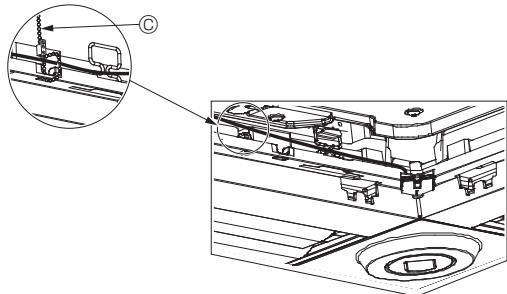

Fig. 6-13
- Fixez les fils du capteur i-See et du récepteur de signal au panneau à l'aide des fixations, comme indiqué sur le schéma, de sorte qu'il n'y ait pas de mou au niveau des fils, puis coupez le fil qui dépasse aux extrémités de la fixation. (Fig. 6-13)
- Si la position du capteur i-See a été permutee de la position "○" (E) à la position "□" (F), changez le paramétrage des commutateurs. (Voir page 11.)